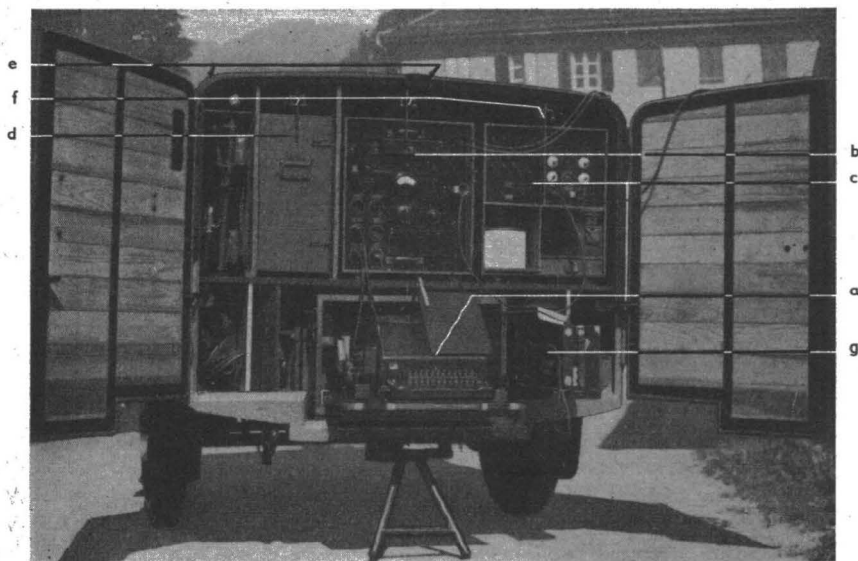

Bild 9
20. Aufstellen der Station (Bild 9).